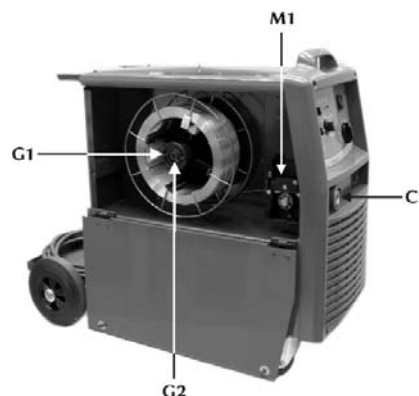

Fig.2
- a) Verbind de mig toorts met de aansluiting (C1 fig.2) en let er hierbij op de bevestigingsring volledig aan te draaien.
- d) Draai de ring (G1 fig.2) los van de spoelhaspel en plaats de spoel zodanig dat als u aan het buitenste uiteinde van de draad trekt, de spoel tegen de richting van de klok in draait. Laat de pen van de haspel op zijn plaats vallen, plaats de ring (G1 fig.2) weer en stel de schroef (G2 fig.2) bij.
- e) Deblokkeer het treksupport van de motorreductor (M1 fig. 2), steek het uiteinde van de draad door de draadgeleidebus en laat hem over de rol lopen, in de toortsbevestiging. Blokkeer het treksupport in zijn positie en controleer of de draad in de gleuf van de rollen gekomen is.